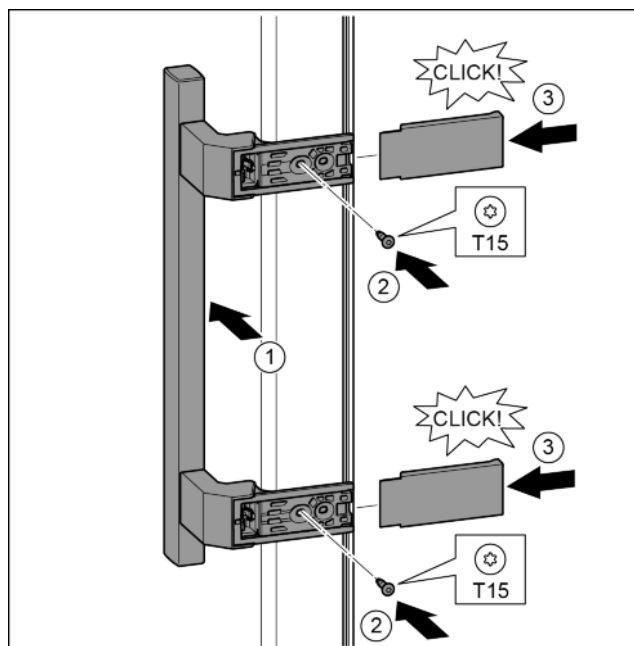

Fig. 32
- ▶ Założyć uchwyt po przeciwległej stronie. Fig. 32 (1)
- ▶ Śruby przykręcić przy pomocy śrubokręta T15. Fig. 32 (2)
- ▶ Osłony założyć z boku i wsunąć. Fig. 32 (3)